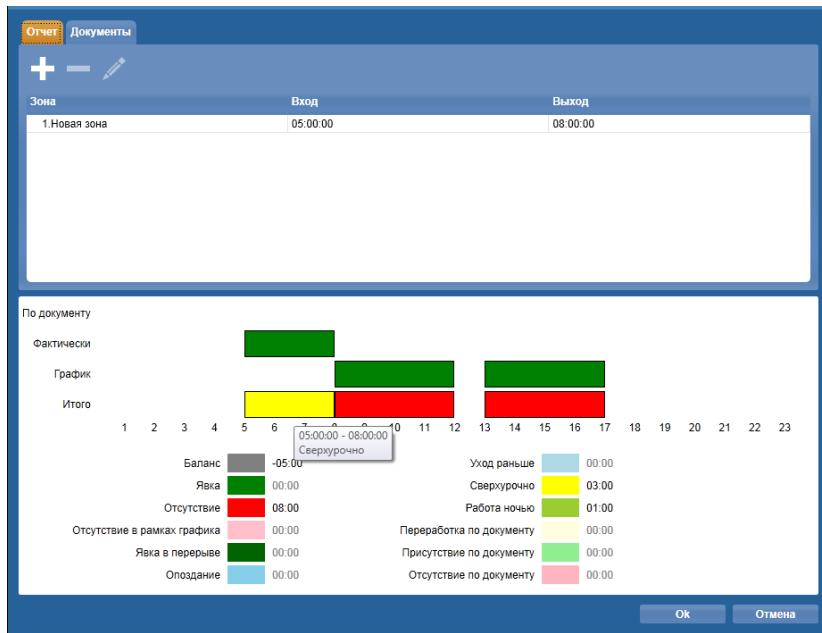

Рисунок 61. Окно **Время сотрудника**. Работа сверхурочно.
- **Сверхурочно** - данный интервал формируется, в случае если интервалы графика «Фактически» не совпадают с интервалами «Графика» (включая промежутки меж интервалами «Графика» - Перерывы) Исключения – случаи явки в свободном графике (дневной график со значением **обязательной продолжительности скользящего графика** >0, и без интервалов). То есть когда сотрудник присутствует в часы отличные от графика, но не в перерывы меж интервалами графика. Количество сверхурочных часов из интервалов «Итого» записываются в значение «Сверхурочно» (Рис. 61), но не идет в Баланс.